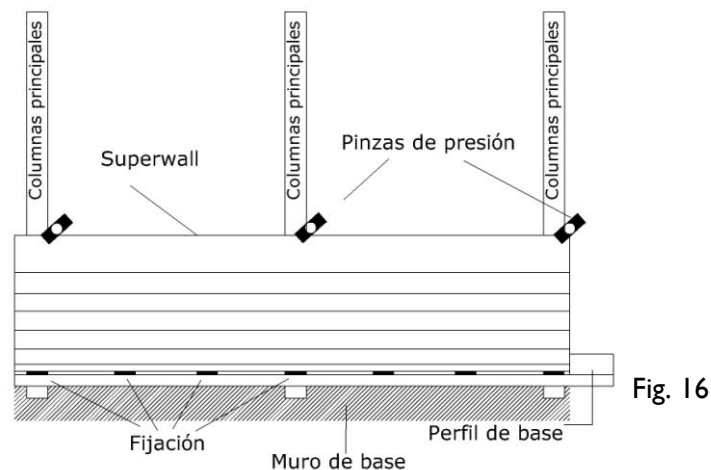

Fig. 16
- 4.4.5** El montaje de la pared comienza insertando el panel sobre el perfil de base, teniendo cuidado de dirigir hacia arriba el lado hembra de la unión. En cuanto sea situado correctamente, el panel tiene que ser bloqueado mediante pinzas a presión. (Fig. 16)